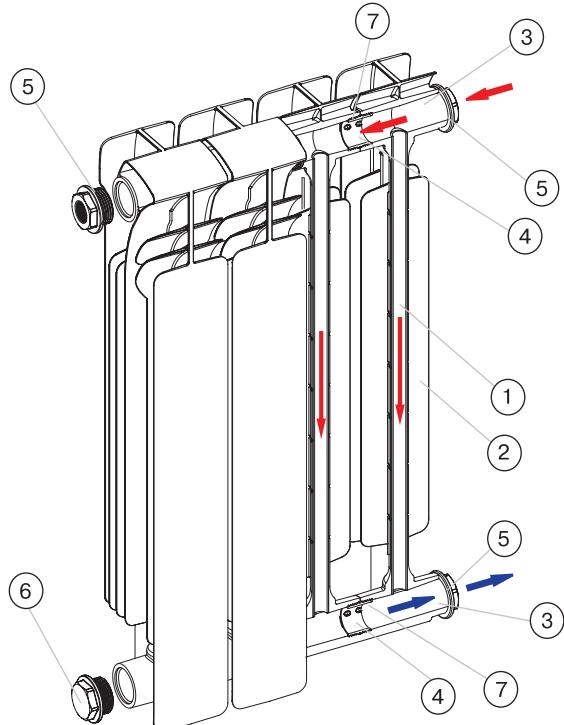

Рис. 1.8.
Секция биметаллического радиатора STOUT Space (рис. 1.8) состоит из стальной трубы (1) внутренним диаметром 12,8 мм, залитой под давлением алюминиевым сплавом. Отливка представляет собой общий единый монолит из вертикального оребрения (2) с верхним и нижним коллекторами (3), куда выходят концы трубы.